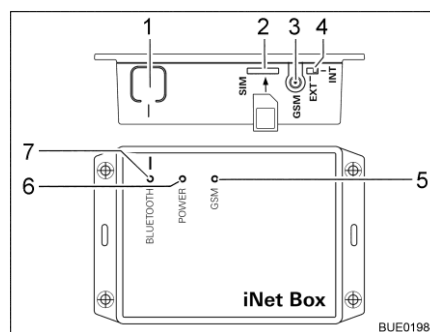

Bild 59 Truma iNet-Box
- Taste BLUETOOTH (Bild 59,1) an der iNet-Box 1 Sekunde lang drücken. Die Truma iNet-Box ist ca. 2 Minuten lang im mobilen Endgerät sichtbar (Name: "Truma iNet-Box"). In diesem Zeitraum blinkt die blaue LED BLUETOOTH (Bild 59,7).
- Mini-SIM-Karte mit eigener Rufnummer und ausreichendem Guthaben vorsichtig wie dargestellt in den Steckplatz (Bild 59,2) der Truma iNet-Box schieben, bis sie einrastet. Die rote LED GSM (Bild 59,5) muss dauerhaft blinken. Wenn die rote LED nach 20 Sekunden erlischt: Mini-SIM-Karte prüfen.